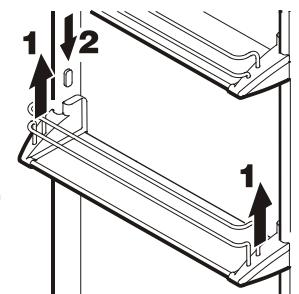

Figura 8
- Figura 8
- Retire los estantes de la cara interior de la puerta según se muestra en la **Figura 8**.